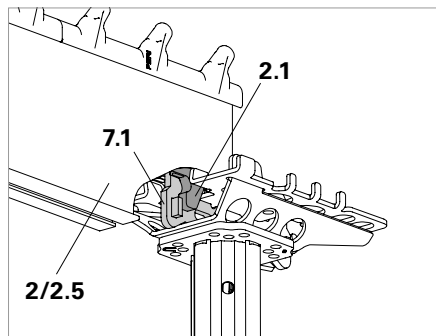
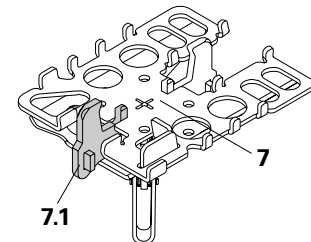

Fig. A5.10
Fig. A5.11
La Plaque combi (7) (Fig. A5.11) est un support antidécalage et anti-torsion pour :
- Poutrelle SLT 225 (2).
- SLT 150 (2.5). (Fig. A5.10)
La poutrelle SLT doit être montée au milieu du support de poutre des têtes SKYDECK. La connexion de la poutrelle (2.1) encastre le support de poutre (7.1) de la tête. (Fig. A5.10)